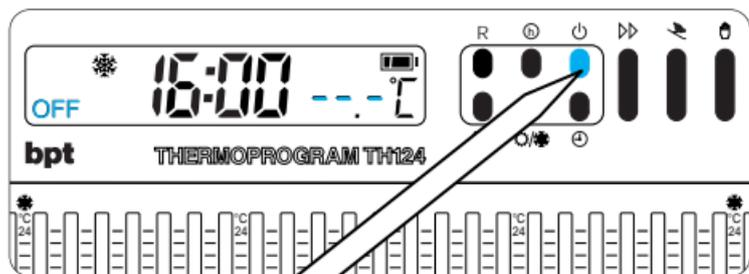

Fig. 42
13.4 - Premere il pulsante ⏻ (fig. 42).